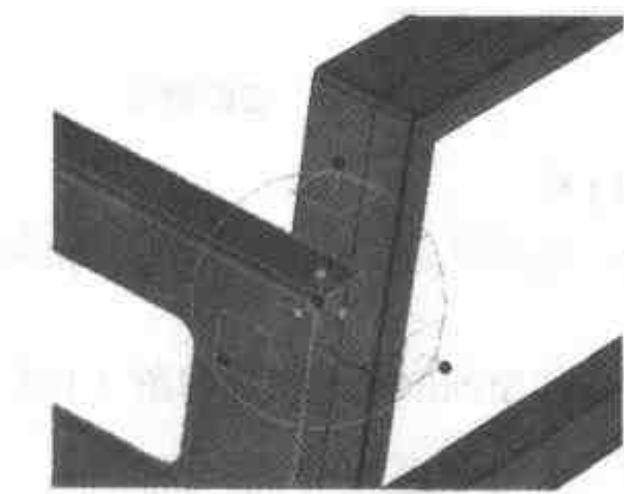

图 4.138 定位三维球中心
- (3) 将三维球的中心放置在后盖板的一个角点上, 如图 4.138 所示。